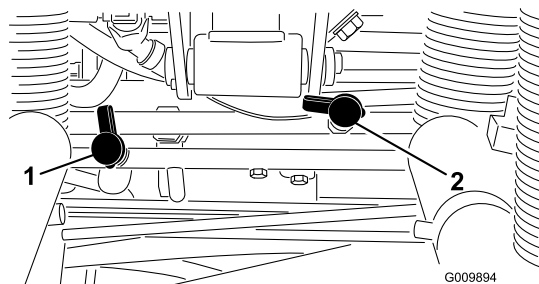

Figura 62
- Utilice el Punto de prueba N° 1 (Figura 62) para medir la presión del circuito de tracción hacia adelante.
- Utilice el Punto de prueba N° 2 (Figura 62) para medir la presión del circuito de tracción hacia atrás.